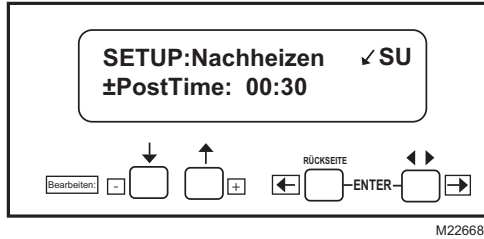

Fig. 14. Definindo o tempo de pós-expurgo.
12. "Obtendo dados" será exibido temporariamente, seguido pela tela exibida na Fig. 14.